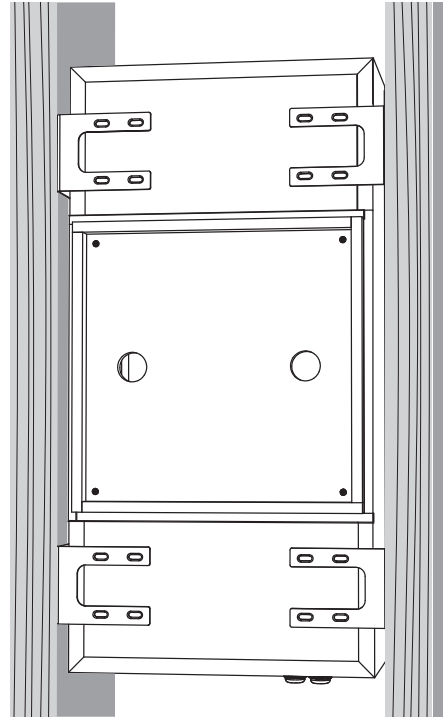

图 2. 将支架和后盖拧紧。
3. 在助手的帮助下, 小心地将后盖提升到天花板托梁之间的选定位置, 然后将其提起并滑动到位, 直到由四个支架支撑并居中放置 (图 2)。